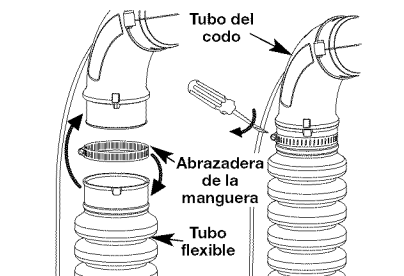

Fig. 1
1. Coloque una abrazadera de manguera sobre el extremo del tubo flexible (Fig. 1).
2. Deslice el extremo del tubo de la flexión con la abrazadera en ella sobre el tubo del codo y apriete el tornillo en la abrazadera de manguera (Fig. 1).